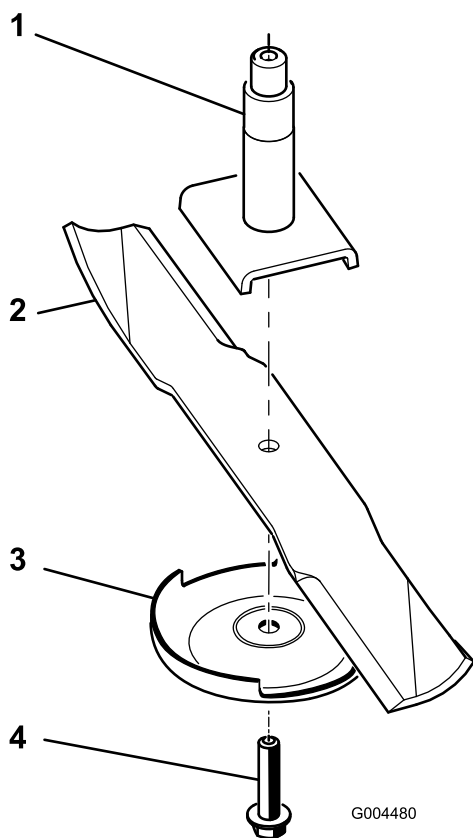

Figura 77
Nota: Se a lâmina ficar na horizontal é porque está equilibrada e pode ser utilizada. Se lâmina não estiver equilibrada, lime algum metal da extremidade da aba apenas (Figura 77). Repita este procedimento até a lâmina estar equilibrada.
1. Instale lâmina no eixo (Figura 77).
2. Instale a placa antidanos e o parafuso da lâmina (Figura 77).